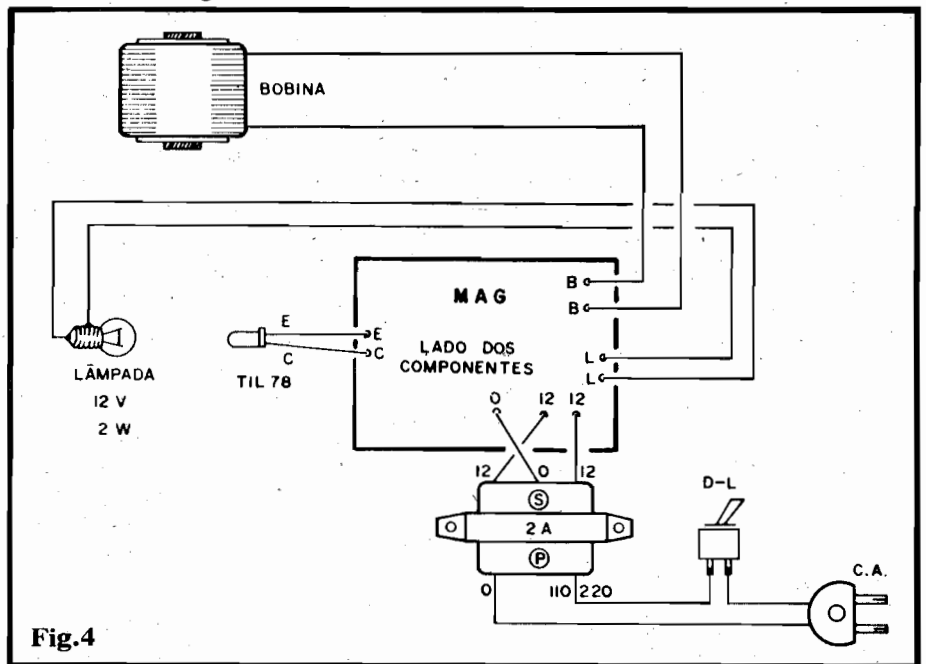

Fig. 4
- FIG. 4 - CONEXÕES EXTERNAS À PLACA - Não são complicadas, mas exigem tanta atenção quanto a dedicada aos componentes sobre a placa (vistos na fig. anterior). O eletroímã e a lâmpada não apresentam terminais polarizados, e assim podem ser ligados sem muitos "cuidados"... Já a conexão do foto-transistor TIL78 exige a pré-identificação dos seus terminais (o TABELÃO APE está lá, no começo da Revista, com dados visuais amplos a respeito da identificação de terminais de componentes...). Observar que, embora na figura - para efeito de simplificação - o TIL78 esteja conectado diretamente à placa, dependendo da configuração final da MAG este deverá ser ligado à placa também por um par de fios finos (no comprimento suficiente e necessário, não mais). Um ponto **importante** refere-se às conexões do **secundário** do transformador aos pontos "0-12-12" da placa, que devem ser observadas com grande cuidado... Ainda a respeito do dito transformador, notar que seu **secundário** ("S", na figura) é o lado que apresenta fios de cores **iguais** nas ex-